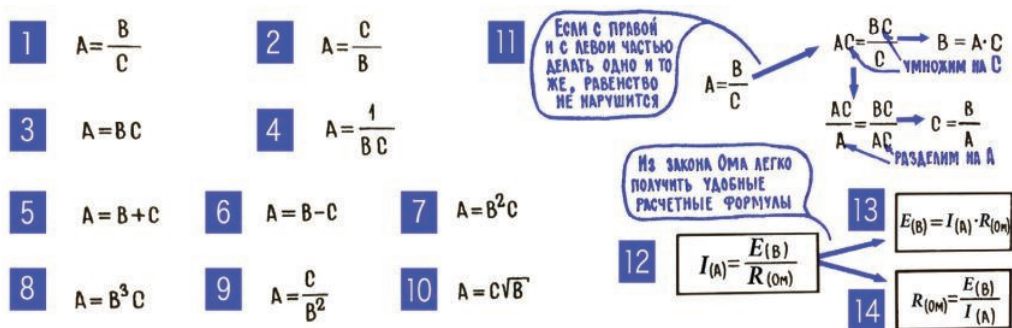

Рис. 4.2. Некоторые математические зависимости и преобразования закона Ома
На рис. 4.2 приведено несколько возможных зависимостей между тремя величинами, обозначенными буквами  $A$ ,  $B$  и  $C$ . Зависимость 1 – точная копия закона Ома:  $A$  возрастает с увеличением  $B$  и падает с увеличением  $C$ . В зависимости 2 все наоборот: величина  $C$  уже старается увеличить величину  $A$ , а величина  $B$  старается ее уменьшить. Зависимость 3 говорит о том, что  $A$  совершенно одинаково зависит от  $B$  и  $C$ , причем с увеличением любой из них  $A$  тоже увеличивается. В зависимости 4 обе величины,  $B$  и  $C$ , тоже одинаково влияют на  $A$ , но, в отличие от предыдущего примера, обе они стоят в знаменателе, и поэтому с ростом  $B$  и  $C$  величина  $A$  уменьшается.
**3. Из закона Ома можно получить две удобные расчетные формулы: для вычисления ЭДС и сопротивления цепи.** На рис. 4.2; 11 приведены примеры применения нашего «самодельного» правила для преобразования
формул. Пользуясь этим же правилом, можно из формулы закона Ома (рис. 4.2; 12) получить две новые формулы (рис. 4.2; 13 и рис. 4.2; 14). Первая получается, если в формуле закона Ома обе части умножить на  $R$ , вторая – если обе части одновременно умножить на  $R$  и разделить на  $I$ . Обе эти формулы получены нами с помощью математических фокусов и физического смысла не имеют, их нельзя читать так, как первую, основную формулу закона Ома: «Ток в цепи зависит от...» и т. д. Действительно, было смешно прочесть вторую формулу так: «Электродвижущая сила зависит от сопротивления цепи...» Электродвижущая сила – это есть характеристика генератора, и от сопротивления цепи она никак не зависит. Но, несмотря на все это, полученные нами из закона Ома две новые формулы очень полезны. Это расчетные формулы, которые позволяют при необходимости подсчитать неизвестную ЭДС  $E$  по известным  $I$  и  $R$  или подсчитать неизвестное сопротивление  $R$  по известным  $E$  и  $I$ .